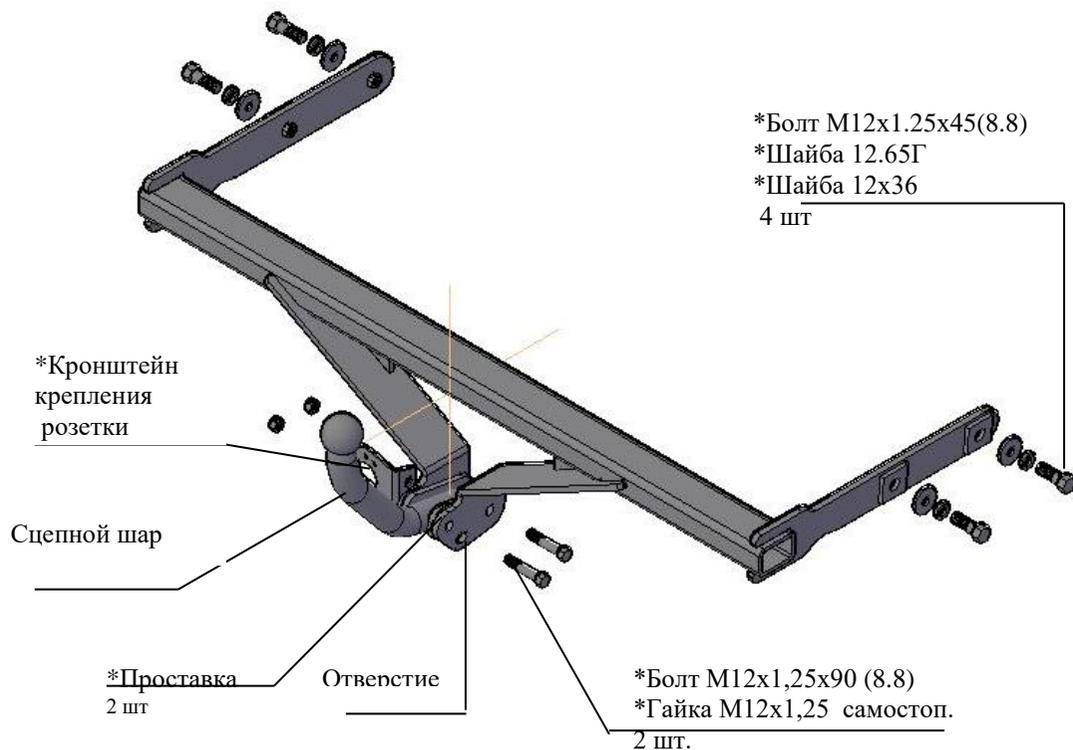

Рис.1 Тягово-сцепное устройство 7730.
2.1 ТСУ 7730 в сборе (рис.1)	1 шт.
2.2 Пакет с комплектующими (см. рис.1)	1 шт.
4.5 Установить сцепной шар и кронштейн крепления розетки, при этом с обеих сторон шара установить проставки (см.рис.1), используя болты M12x1,25x90 и гайки самостопорящиеся.